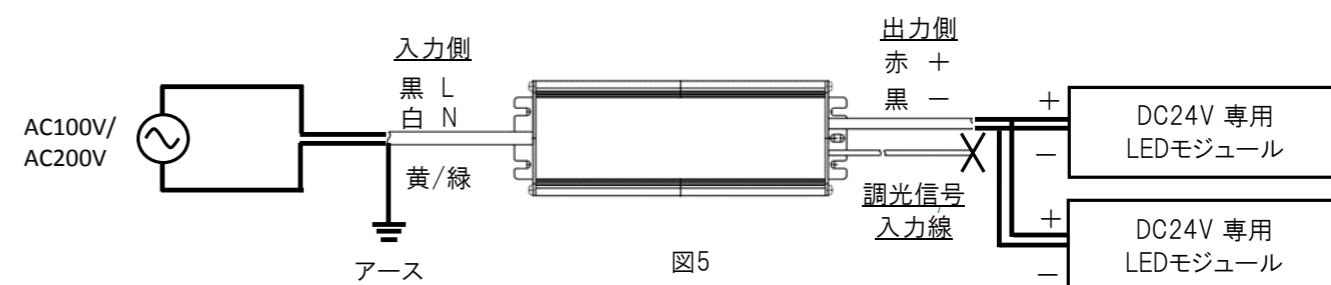

図5
- ・電源の容量範囲内であれば並列接続が可能です。(図5)
■ 調光しない場合場合の接続(図5を参照ください)